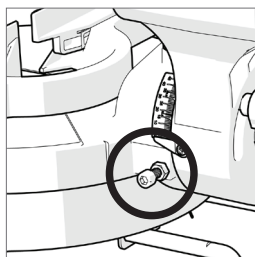

Fig. 17
- Utilisez une clé hexagonale pour ajuster la vis de réglage vers l'intérieur ou l'extérieur, selon les besoins. (**Fig. 17**)